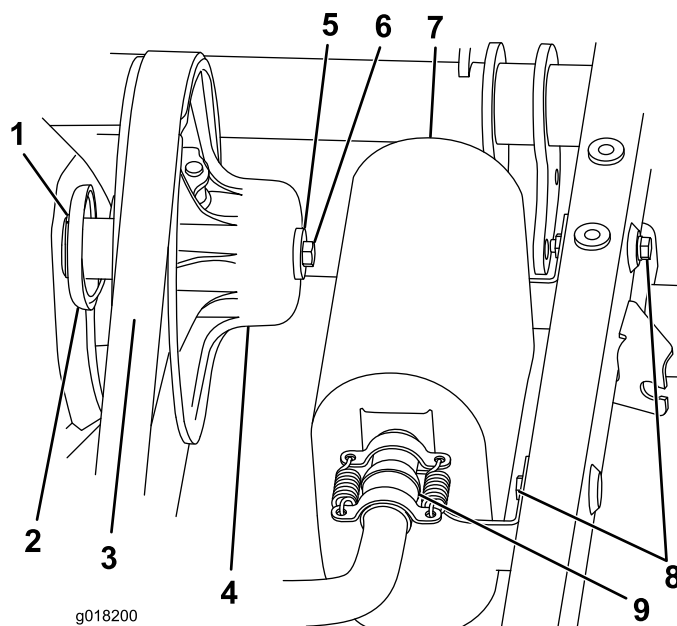

Bild 8
3. Schließen Sie die zwei Federn ab, mit denen der Auspuff an der Auspuffanlage befestigt ist, entfernen Sie die zwei Befestigungen, mit denen der Auspuff am Rahmen befestigt ist, und nehmen Sie den Auspuff ab (Bild 8).
4. Nehmen Sie den Riemen von der sekundären Kupplung ab (Bild 8).
5. Entfernen Sie die Schraube und Scheibe, mit denen die Kupplung befestigt ist; ziehen Sie die Kupplung vom Getriebe (Bild 8).